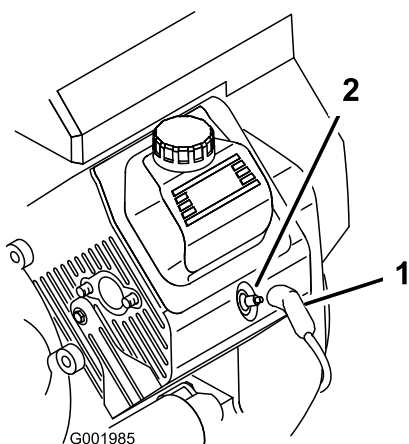

Figura 44
3. Puxe os cabos das velas (Figura 44).